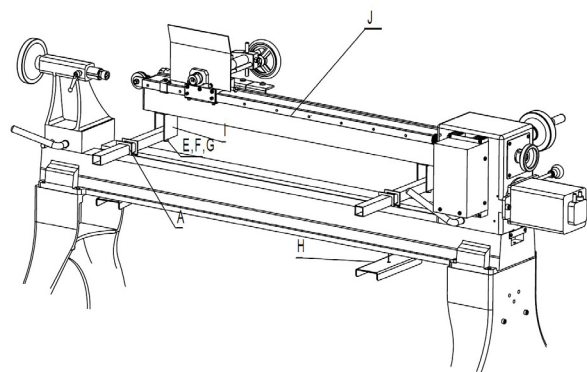

Abb. 3: Anbau an der Drechselbank
Schritt 1: Die 2 Bettauflagen (I, Abb. 3) mit den Schrauben, Muttern, Scheiben (E, F, G), den Klemmen (A) und den Bettuntergriffplatten (H) locker montieren.